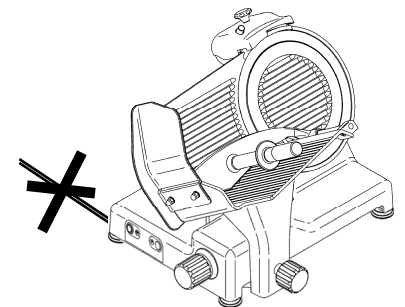

Abb. 22
- Nicht an der Maschine oder am Kabel ziehen, um den Stecker abzuziehen (Abb. 22).